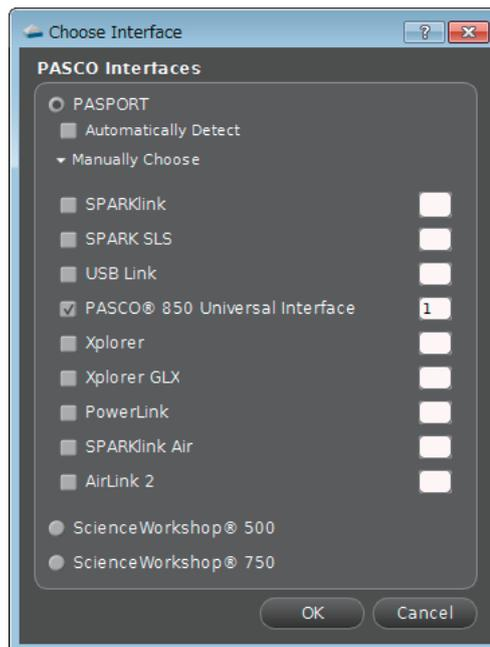

図 10 インターフェース選択ウィンドウ
- 2) パネルの左下にある“Choose Interface”ボタンをクリックしてインターフェースの接続設定ウィンドウ（図 10）を開きます。